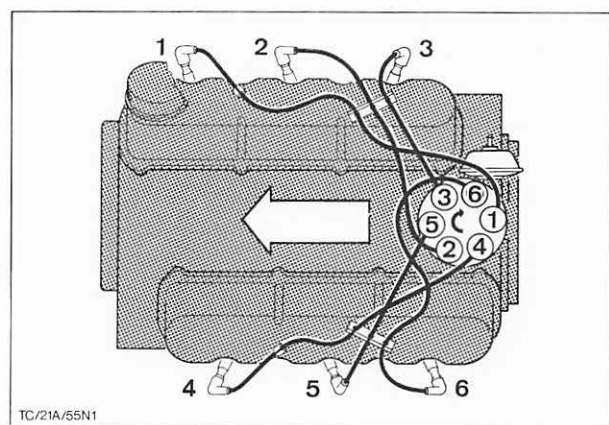

Abb. 178 Zündkabelanordnung (Zündfolge)
71. Zündkerzen einschrauben und mit vorgeschriebenem Drehmoment festziehen. Verteilerkappe aufsetzen und Zündkabel in gezeigter Anordnung, Abb. 178, auf die Zündkerzen stecken. Unterdruckleitung am Vergaser anschließen.